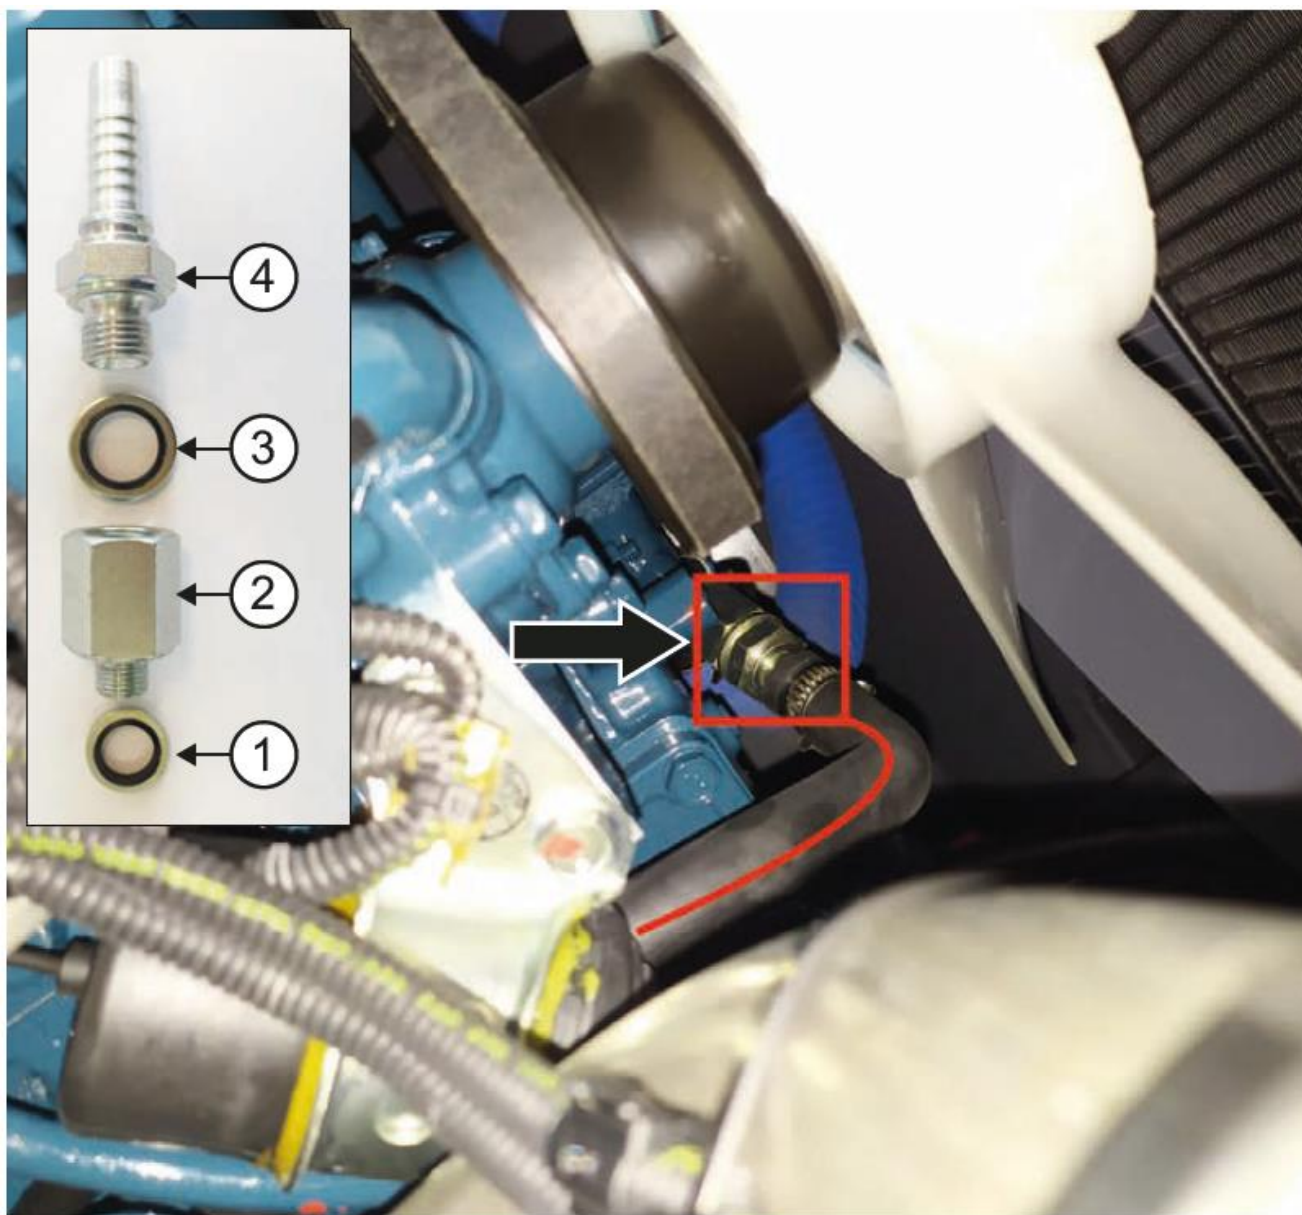

РИС.15
Присоедините ниппель (4) через резинометаллическую шайбу 1/4" (3) к фитингу. Наденьте шланг на ниппель и зафиксируйте его при помощи стального хомута (РИС.15)